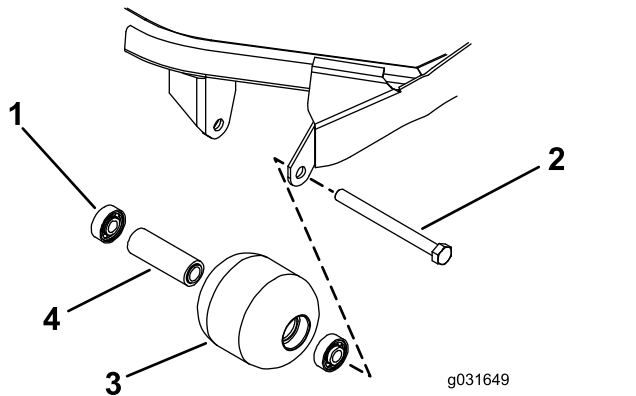

図 73
1. ローラ取り付けボルトを外す 図 73。
4. ローラハウジング、ベアリング、ベアリングスペーサに破損がないか点検する 図 73。
1. アウターレースのみを押すか、インナーレースとアウターレースを均等に押すかして、最初のベアリングをローラハウジングに押し込む 図 73。
2. スペーサを入れる 図 73。
3. アウターレースのみを押すか、インナーレースとアウターレースを均等に押すかして、第二のベアリングをローラハウジングに押し込んでスペーサと接触させる 図 73。